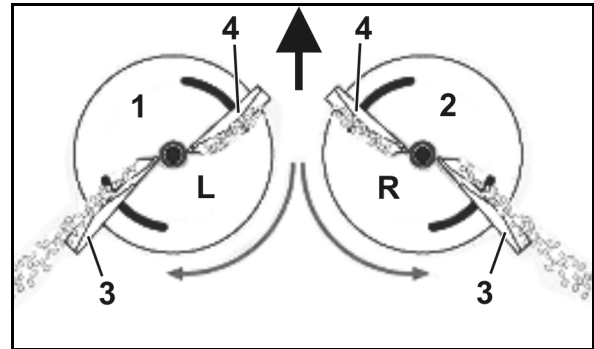

Bild 20
- Vänster spridarskiva (Bild 20/1) med markering **L**.
- Höger spridarskiva (Bild 20/2) med markering **R**.
- Lång (Bild 20/3) - Inställningsskala med värden från 35 till 55.
- Kort (Bild 20/4) - Inställningsskala med värden från 5 till 28.